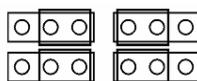

Рисунок 5 – Выбор режима работы контроллера
- с одним внешним считывателем и включенным встроенным считывателем контроллера (см. рисунок 5а);
- с двумя внешними считывателями (встроенный считыватель контроллера отключен) (см. рисунок 5б).